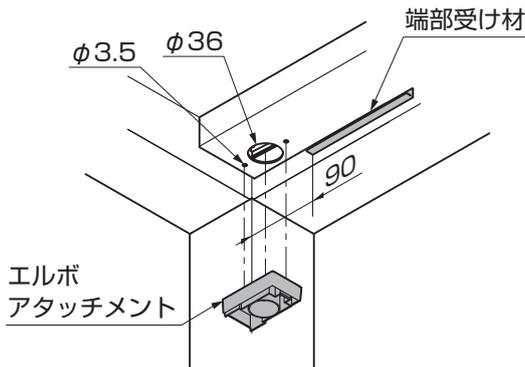

図12-125 A部詳細図
- ①エルボアタッチメントを樋にあて、ポンチ等でケガキ、ドリルで水抜き穴φ36とエルボアタッチメント取付穴φ3.5をあけてください。(図12-125、12-126参照)
- 以降の施工手順はP.65の③から、P.66の④の手順を参考にしてください。
- 端部受け材は樋がつく側の端部から90mmの範囲は取付けしないでください。(図12-125参照)